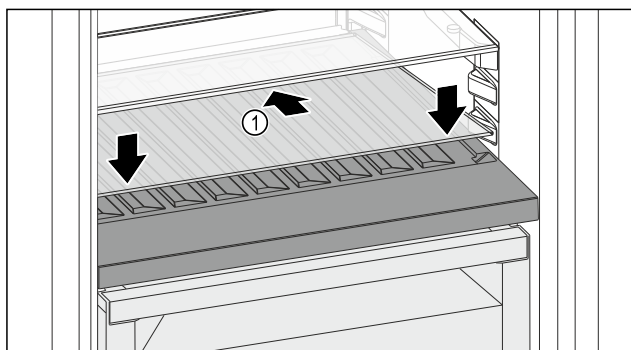

Fig. 144
- ▶ 向后下方倾斜放置玻璃隔板 Fig. 144 (1)。
- ▶ 放低玻璃隔板 Fig. 144 (1) 前部。